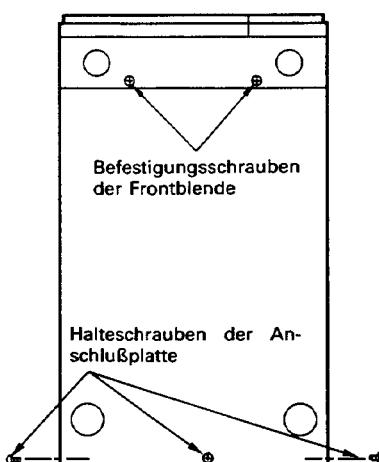

Abb. 2-3
Alle Teile der Platine können überprüft werden, wenn die beiden Schrauben der Frontblende entfernt werden (Abb. 2-3), die beiden Masseanschlüsse und die Frontblende von Chassis abgenommen werden.
2. Durch Lösen der 5 Befestigungsschrauben der Anschlußplatte (Abb. 2-3), Abziehen aller Stecker und nach hinten Klappen der Videoplattine wird die Rückseite der Platine zugänglich.